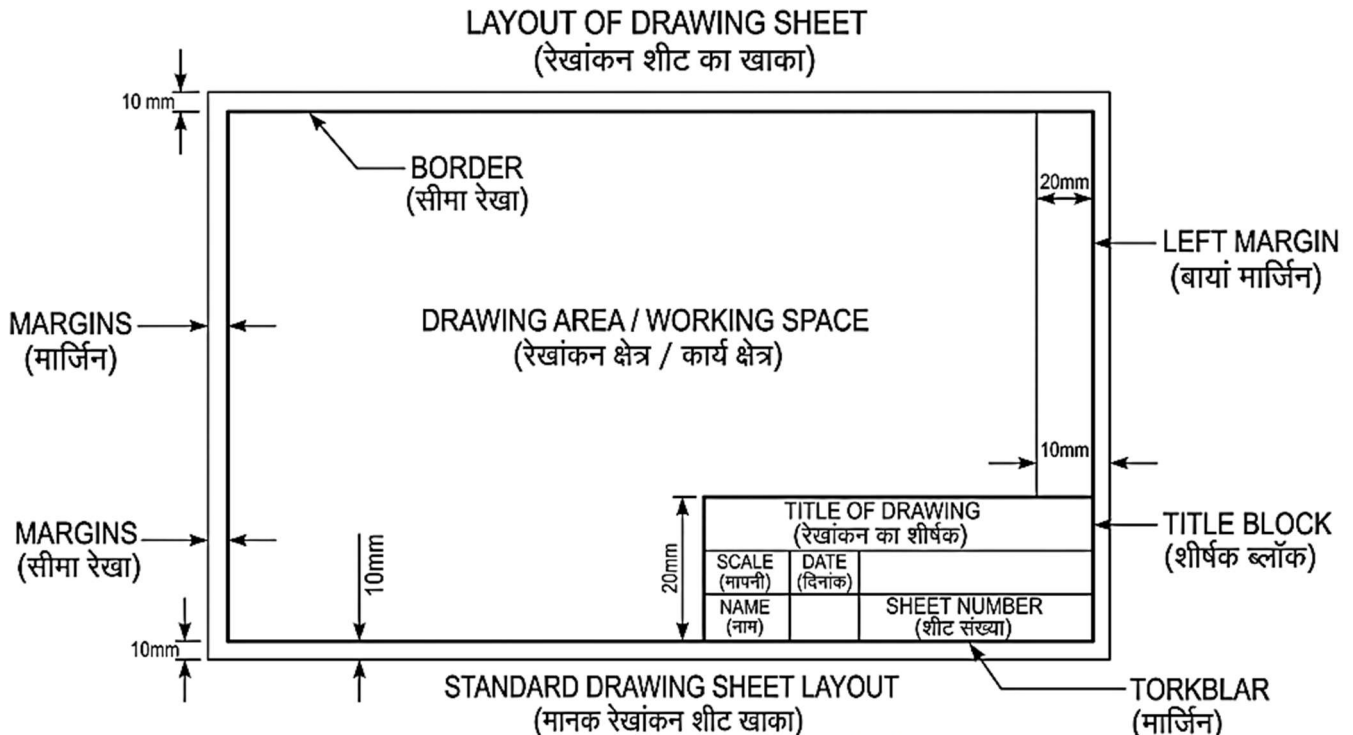

Fig. 2.2: Engineering Drawing Layout and Title Block | इंजीनियरिंग ड्राइंग लेआउट एवं टाइटल ब्लॉक
2.2.1 Definition: (Fig. 2.2)
2.2.1 परिभाषा: (Fig. 2.2)